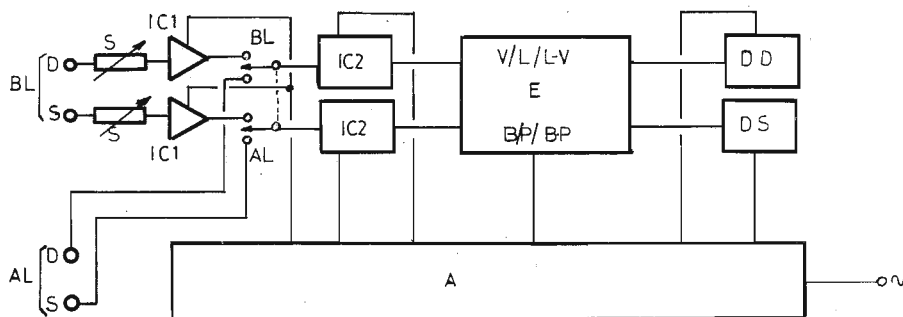

Figura 1 - Scheda a blocchi dell'indicatore stereo di livello audio.
Ora che abbiamo chiarito il principio generale di funzionamento dello strumento che intendo descrivere, possiamo passare ad alcune importanti considerazioni riferite allo schema a blocchi riportato in Figura 1: analizzando questa figura da sinistra verso destra, notiamo innanzitutto che esistono quattro ingressi separati, di cui due per il canale destro (D), e due per il canale sinistro (S). La sigla BL indica gli ingressi destro e sinistro per i segnali a basso livello, mentre la sigla AL contraddistingue gli ingressi riservati ai segnali ad alto livello.
IC2 costituisce quindi per entrambi i canali una sezione di amplificazione, che aumenta l'entità dei segnali al punto tale da conferire loro le caratteristiche necessarie per consentirne l'elaborazione da parte dell'unità indicata con "E" nello schema a blocchi di Figura 1, che prevede due dispositivi separati di rego-